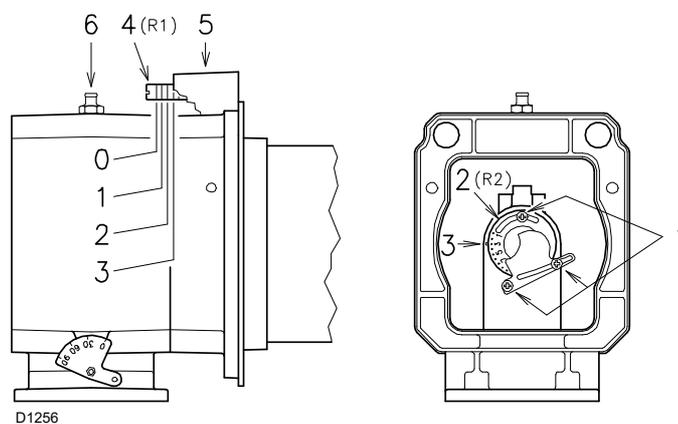

Abb. 17
- Drehen Sie die Schraube 4)(Abb. 17), bis die ermittelte Kerbe mit der Vorderfläche 5) des Flanschs übereinstimmt.
Um die Einstellung zu erleichtern, die Schraube 6)(Abb. 17) lösen, die Einstellung vornehmen und dann die Schraube wieder festziehen.
- Lockern Sie die 3 Schrauben 1)(Abb. 17) und drehen Sie den Stellingring 2) bis die gefundene Kerbe mit dem Index 3) übereinstimmt.
Lässt es der Gasdruck zu, wird durch das Schließen der Nutmutter 2)(Abb. 17) eine Reduzierung der Bildung von NOx erzielt.